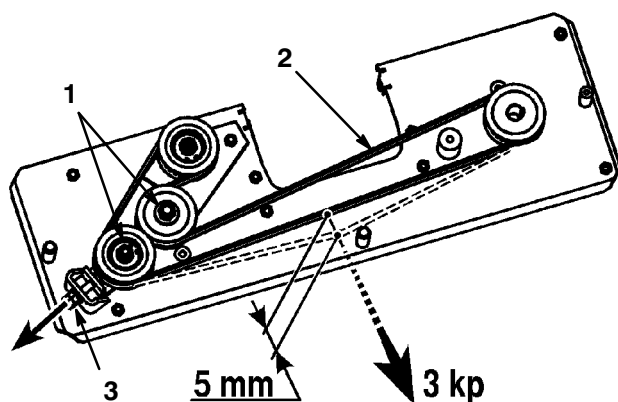

Figure 42
4. Desserrer les deux écrous hexagonaux du galet tendeur (Fig. 42).
5. Régler l'écrou M10 pour que l'exercice d'une force de 3 kp écarte la courroie de 5 mm comme illustré à la Figure 42.